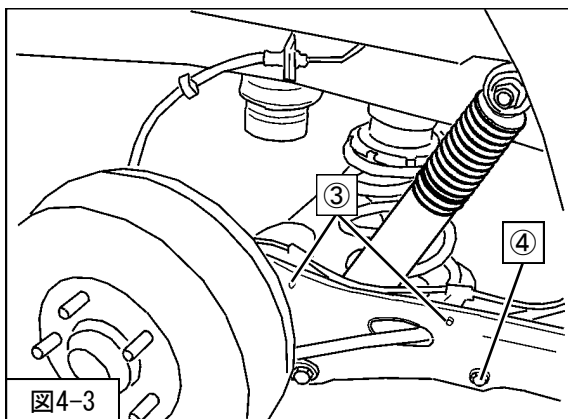

図4-3
5. ④パーキングブレーキケーブル取付ボルト (締付トルク：19~25N・m) ③ABSセンサハーネス取付ボルト (締付トルク：7.9~10.7N・m) を取付けてください。(図4-3)